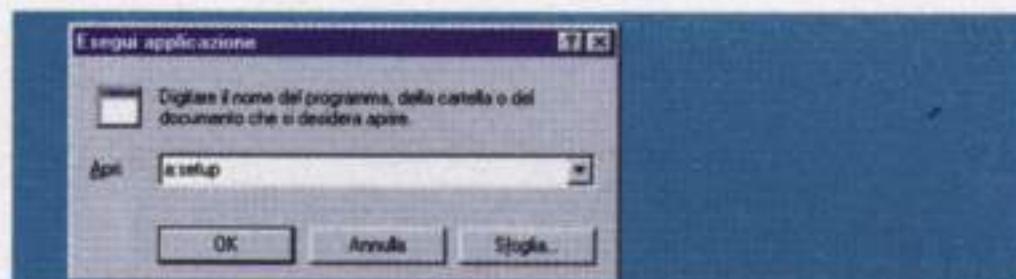

Fig.1 Per installare il programma utilizzate il comando **Esegui** nel menu **Avvio**.
Nel kit sono compresi il circuito stampato, il transistor e i tre integrati completi di zoccolo, tutte le resistenze e i condensatori, la cicalina più il mobile plastico visibile in fig.1 ..... L.38.000
- Nella casella **Apri** (vedi fig.1) digitate: